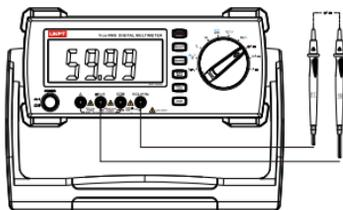

图10
- 将红表笔插入“ μA mA”或“A”插孔，黑表笔插入“COM”插孔。（如图10、11、12）